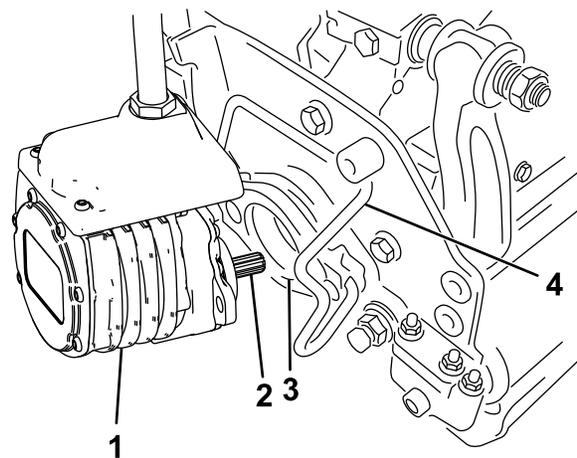

Рисунок 52
6. Нанесите на шлицевой вал электродвигателя режущего блока чистую консистентную смазку (Рисунок 52).
7. Вставьте электродвигатель в левую сторону режущего блока (если смотреть со стороны оператора) и тяните фиксатор электродвигателя на режущем блоке в сторону электродвигателя до тех пор, пока не услышите щелчок с обеих сторон электродвигателя (Рисунок 52).